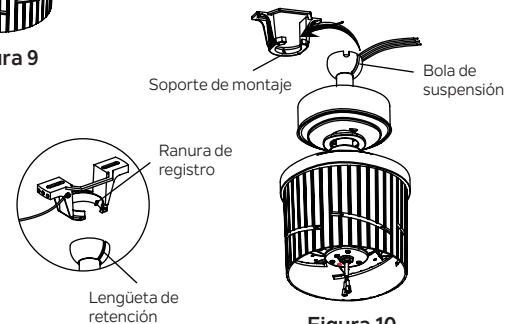

Figura 10
Paso 6. Ahora levante el cuerpo del motor a su posición y coloque la bola de suspensión en el soporte de montaje. Gire hasta que la “lengüeta de retención” haya caído en la “ranura de registro” y se asiente firmemente. (Figura 10) Todo el cuerpo del motor no debe girar si se hace correctamente.